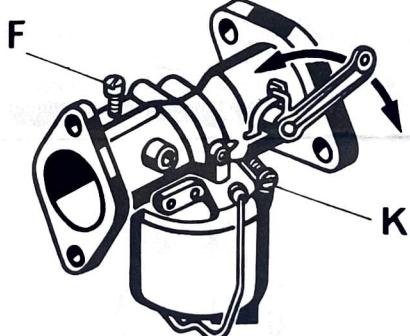

Bild 7
- Bei der Leerlaufdrehzahl des Motors kann das Kraftstoff/Luft Gemisch im Vergaser durch die verstellbare Luftregulierschraube (K, Bild 7) eingestellt werden. Luftregulierschraube sorgfältig schliessen, dann 1 1/4 Umdrehungen öffnen (Grundeinstellung). Motor warm laufen lassen.
- Mit der Leerlauf-Regulierschraube (F, Bild 7) die Motordrehzahl auf ca. 1000 U/Min. mittels Tourenzähler einstellen.
- Auf der Luftregulierschraube (K, Bild 7) hinein- bzw. heraus drehen, bis die Drehzahl nicht mehr steigt und der Motor gleichmässig läuft.
- Nun mit der Leerlauf-Regulierschraube (F, Bild 7) die gewünschte Leerlauf-Drehzahl einstellen. Der Motor sollte unverzüglich beschleunigen ohne auszusetzen. Ist dies nicht der Fall, so ist die Luftregulierschraube (K, Bild 7) in der Regel auf ein reicheres Gemisch bzw. seltener auf ein magereres Gemisch einzustellen.